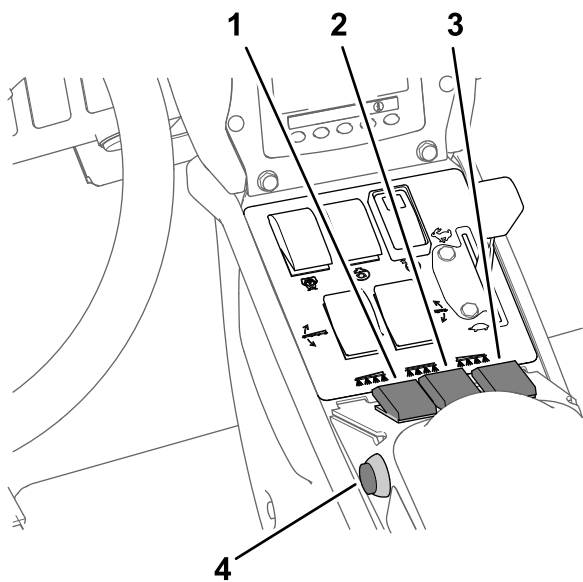

Figure 29
7. Placez le(s) interrupteur(s) de section en position ACTIVÉE (Figure 29).
10. Conduisez à la vitesse voulue, puis réglez la commande générale des sections en position MARCHÉ pour commencer la pulvérisation (Figure 29).
- Placez la commande générale des sections en position ARRÊT; voir Figure 29 sous Pulvérisation en mode débit d'application (page 35).
7. Placez les interrupteurs des sections individuelles en position ACTIVÉE; voir Figure 29 sous Pulvérisation en mode débit d'application \(page 35\).
9. Conduisez à la vitesse voulue puis réglez la commande générale en position MARCHÉ pour commencer la pulvérisation; voir Figure 29 sous Pulvérisation en mode débit d'application \(page 35\).